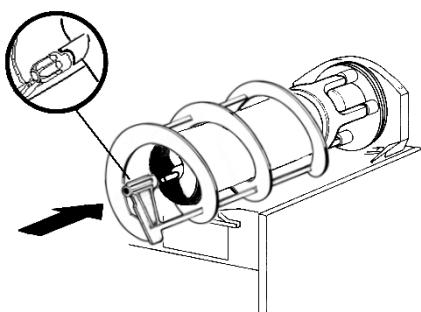

figura 14
- Colocar sobre el evaporador el rascador exterior, acoplando su extremidad anterior al árbol del rascador interior y haciendo coincidir los dientes de arrastre (ver figura 14).